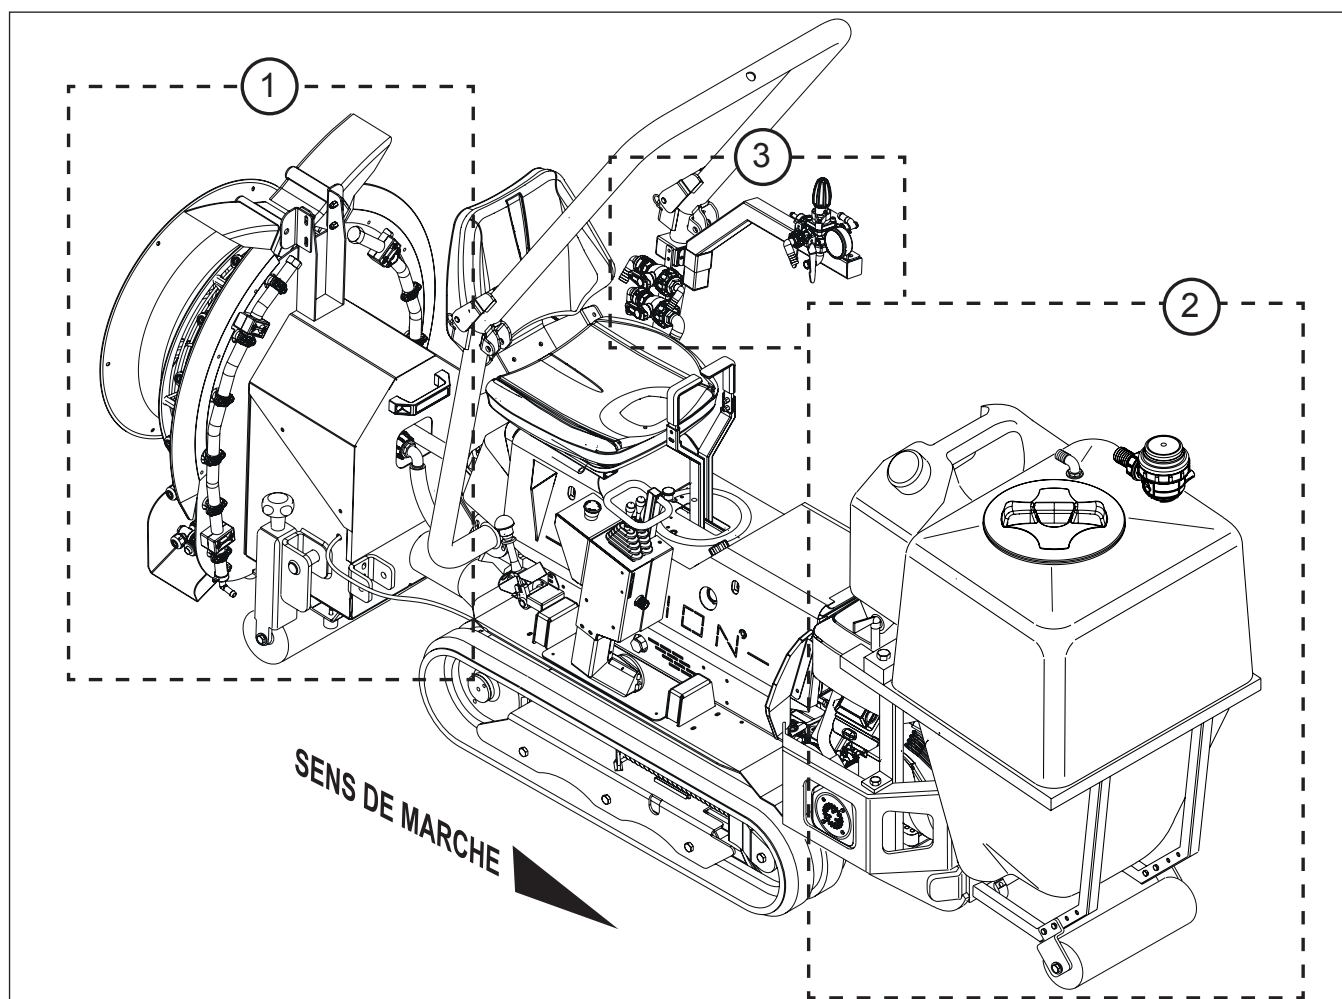
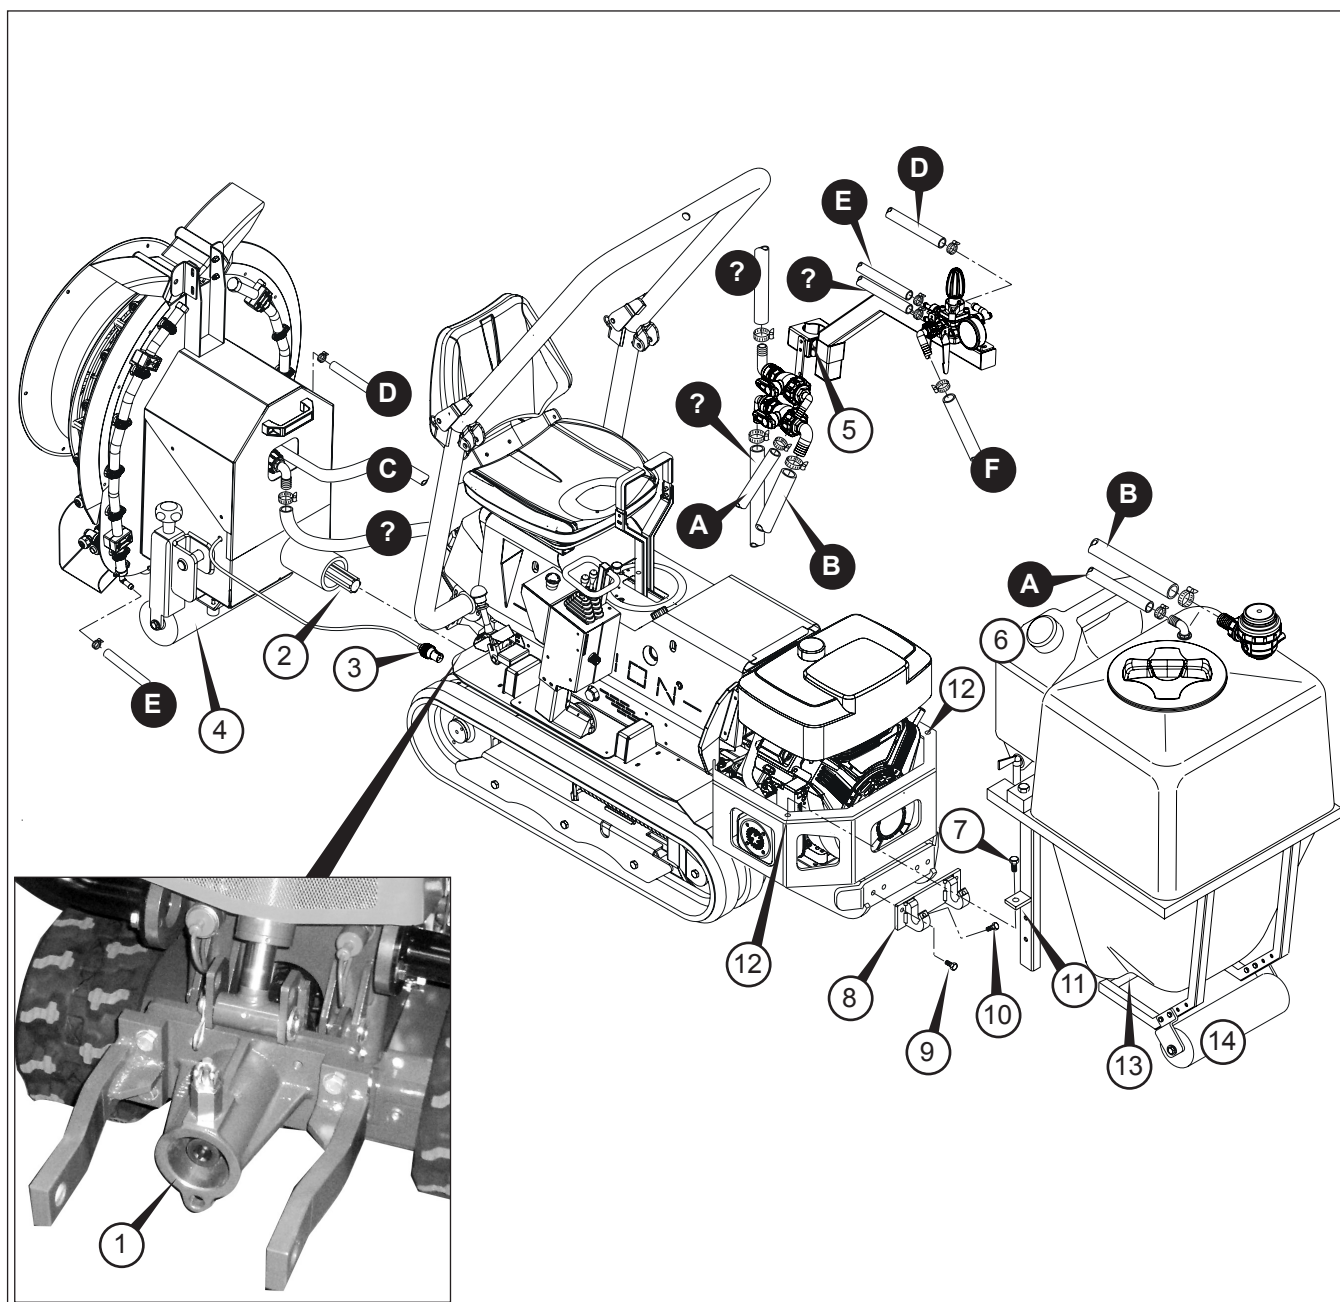
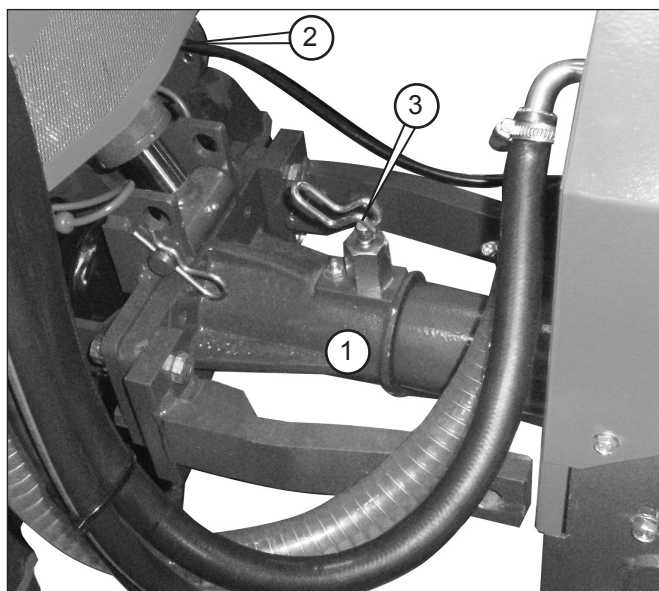

Fig. 17 - Unités composant le pulvérisateur
Fig. 18 - Assemblage du pulvérisateur
Fig. 19 - Raccordement prise de force
Les unités qui composent l'unité de pulvérisation sont les suivants (Fig. 17) :
La machine multifonctions VISION doit être placée, avec le moteur coupé, sur un sol plat, bien bloquée, dans un atelier équipé. Le siège doit être tel qu'illustré de façon à ce que le moteur soit devant la machine. Si ce n'est pas le cas, lire le manuel d'instructions de la machine à la rubrique « Réversibilité » et tourner le siège pour qu'il corresponde à la configuration de la figure 17; réservoir de produit à l'avant, ventilateur à l'arrière.
La société «FORT» envoie les différentes unités décrites emballées et déjà assemblées (voir Fig. 17) :
La figure 18 illustre l'ensemble des principaux éléments qui composent le pulvérisateur automoteur.
Description Fig. 18 :
6.2.1 ASSEMBLAGE DE L'UNITÉ DE VENTILATION (1 FIG. 17)
- 1) À l'aide d'un treuil, élinguer en toute sécurité l'unité de ventilation (1 Fig. 17) et la placer de manière à ce que le raccord à la prise de force (1 Fig. 18) se trouve au niveau de la broche rainurée (2 Fig. 18).
- 3) Tourner le levier de la broche à déclic (3 Fig. 19) de manière à ce que le manchon et le raccord de la PDF forment un seul corps. Cela signifie que l'accouplement est correct.
Le rouleau stabilisateur (4 Fig. 18) doit être bien posé au sol.
- 5) Insérer la fiche de 12 V (3 Fig. 18) dans la prise du tracteur (2 Fig. 19).
6.2.2 ASSEMBLAGE DU RÉSERVOIR (2 FIG. 17)
- 1) Installer le support avant du réservoir (8 Fig. 18) et le fixer solidement à l'aide d'une clé de 17 mm avec les vis (9 Fig. 18).
- 2) À l'aide d'un treuil, élinguer en toute sécurité le réservoir (2 Fig. 17) et, en le maintenant soulevé, le faire descendre de manière à ce que les deux supports du réservoir (11 Fig. 18) se mettent au niveau des deux trous de centrage (12 Fig. 18).
Veiller en même temps à ce que le tube d'accouplement du réservoir (13 Fig. 18) s'insère dans les deux crochets du support avant (8 Fig. 18).
- 3) Insérer les vis de blocage du réservoir (10 Fig. 18) et, après s'être assuré que le réservoir est bien inséré dans les supports, serrer les vis en position à l'aide d'une clé de 17 (10 Fig. 18).
- 5) Insérer le rouleau stabilisateur (14 Fig. 18), en le fixant avec les vis correspondantes, sur les trous prévus à cet effet de manière à ce qu'il soit à environ 10-15 cm du sol.
6.2.3 ASSEMBLAGE DE L'UNITÉ DE COMMANDE (3 FIG. 17)
6.2.4 TUYAUTERIE (FIG. 18)
Les références indiquées sur la figure 18 et marquées par des lettres dans des ronds noirs se rapportent à des tuyaux flexibles. Une même lettre (par ex. A-A) correspond au début et à la fin du même tuyau.